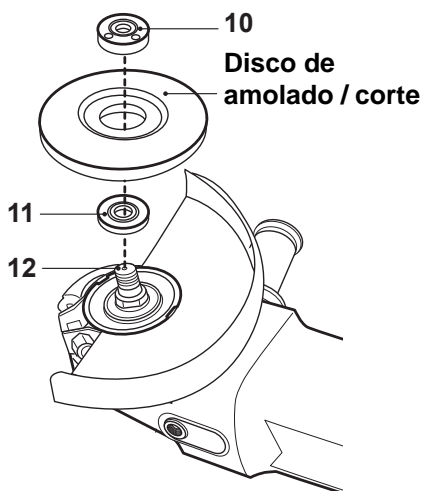

Fig. 13
> Coloque el disco en el husillo con la etiqueta mirando hacia el producto. El orificio del disco debe colocarse en el husillo y encajar firmemente en la sección en relieve de la brida de apoyo (11) (Fig. 13).